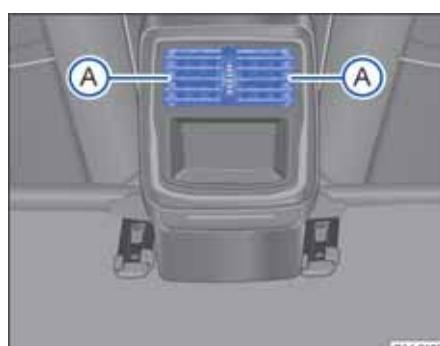

图 187 中央通道后部的出风口
利用出风口中间的导流片可调节气流方向⇒图 187 ①，转动调节滚轮可以调节空气流量。